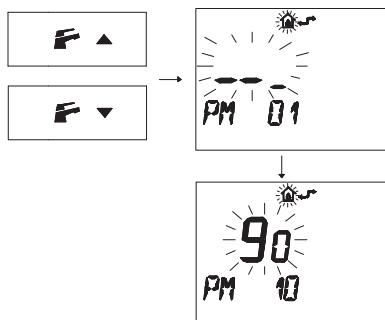

Рисунок 5.49
- Нажмите кнопку ▲ или ▼, чтобы вывести на дисплей код "PM10" для выбора частоты повторного включения (Рисунок 5.49).
Рисунок 5.49 показывает заданное значение **90**, которое соответствует повторному включению каждые 3 минуты.